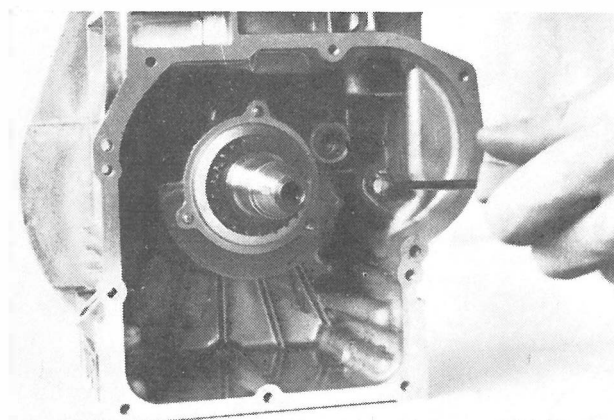

Fig. 63
Chauffer au four à $120 \div 130^\circ\text{C}$ le roulement à billes et l'emmancher dans le vilebrequin, plaçant la bague dans son logement naturel. Pour le contrôle ou le remplacement, voir à pag. 11. Introduire le vilebrequin complet de roulement dans le bâti, en plaçant sur le extrémité fileté côté volant la gaine de protection 7090-2524-13 pour la bague d'étanchéité ou autre (Fig. 63).
– Mount cranksaft complete of ball bearing into crankcase, placing on the threaded end the seal ring protective device 7090-2524-13 or a similar cap (Fig. 63).
– Kurbelwelle samt dem Kugellager ins Gehäuse einführen, wobei man die Schutzkappe 7090-2524-13 für den Oldichtring auf dem Wellenende der Schwungseite aufsetzt (Abb. 63; 64).